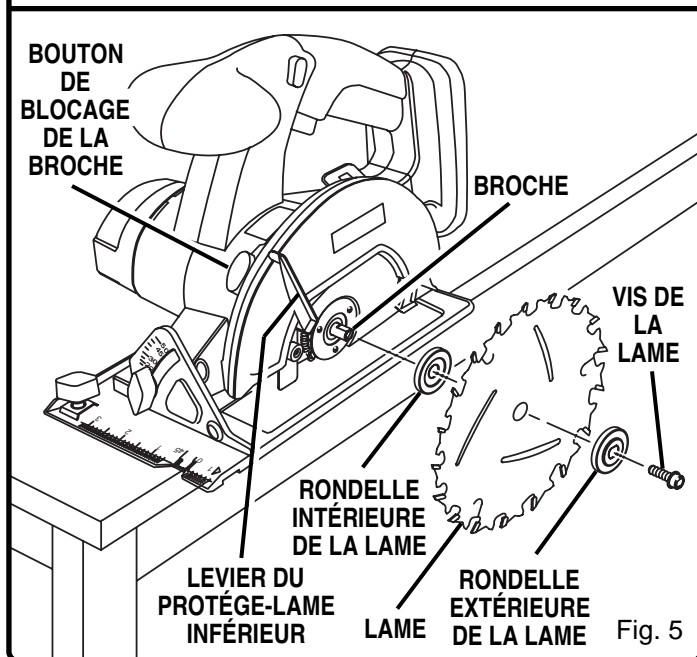

Fig. 5
- Appuyez sur le bouton de blocage de la broche et enlevez la vis de la lame et la rondelle extérieure de la lame. *Voir figure 5.* **NOTE:** Tournez la vis de la lame dans le sens horaire pour la retirer.
- Montez la lame à l'intérieur de son protège-lame et sur la broche. **NOTE:** Les dents de la lame se dirigent vers le haut à l'avant de la scie, comme l'illustre la figure 5.
- Enlevez la rondelle extérieure de la lame. *Voir figure 5.* **NOTE: Maintenant, vous pouvez enlever la lame.**